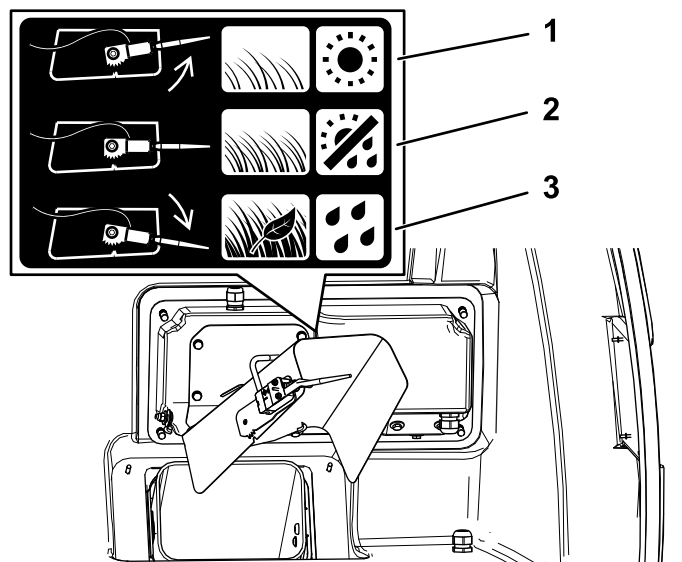

Figure 28
- Si les conditions météo et l'état de l'herbe sont normaux, tournez le capteur à la position intermédiaire (Figure 28).
- Si l'herbe est dense et humide, pour ramasser des feuilles ou si la trémie se remplit avant que le capteur soit activé, tournez le capteur vers le bas (Figure 28).
- Si l'herbe est clairsemée et sèche, ou si l'unité de coupe se désengage avant que la trémie soit pleine, tournez le capteur vers le haut (Figure 28).